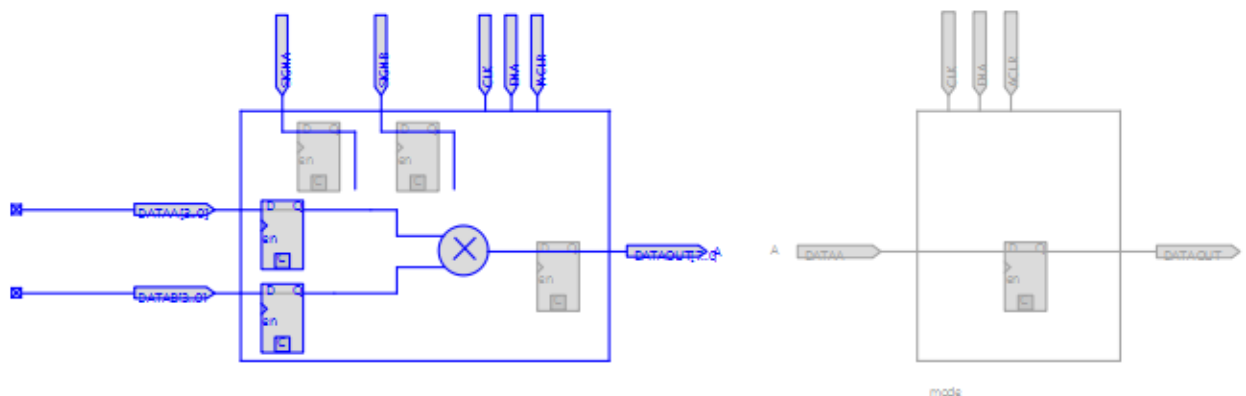

Рис. 52 Отображение схемы умножителя проекта, реализуемой с использованием встроенного умножителя, в **Resource Property Editor**
9.9. Откройте компонент **MULT** в **RTL viewer** до самого нижнего уровня иерархии и, с помощью перекрестной ссылки, посмотрите реализацию элемента **mac\_mult1** (сам умножитель) в **Resource Property Editor**. Сделайте скриншот схемы элемента для отчета (рис. 52). Видно, что для реализации умножителя используется встроенный умножитель, а не логические ячейки.